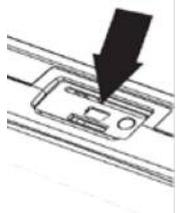

図 3: BK6500 の充電
1. BK6500 の上面のシリコンゴムカバーを外し、外部電源のコネクターをミニ USB ソケットに挿入します (図 3)。